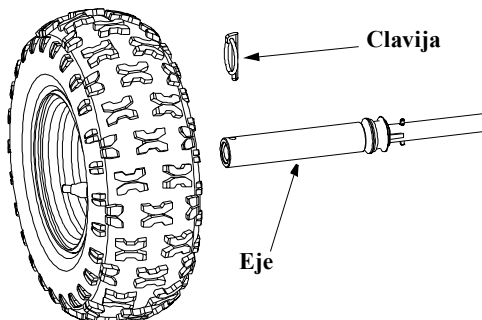

Figura 23
- Coloque aceite o rocíe con lubricante dentro de los cojinetes de las ruedas por lo menos una vez por temporada. Tire de la clavija, saque las ruedas, limpie y recubra los ejes con una grasa de automóvil de multiuso. Vea Figura 23.